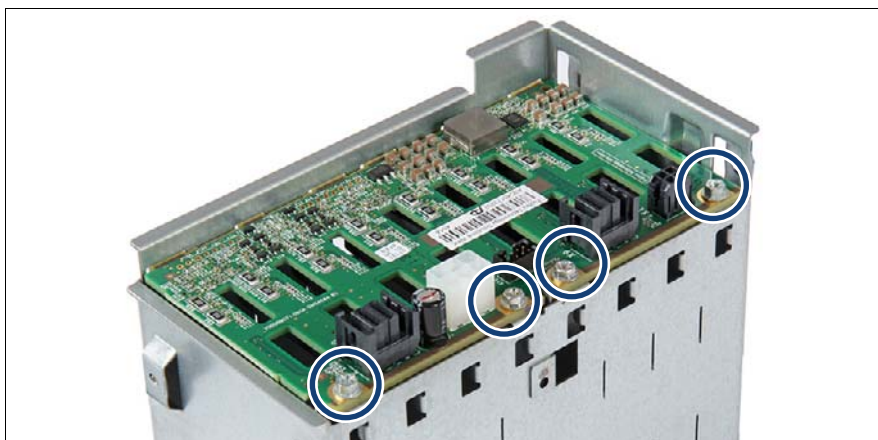

図 141: HDD/SSD バックプレーンの取り外し (A)
- ▶ HDD/SSD バックプレーンを、やや傾けながら HDD 拡張ボックスの 6 つの凹みに合わせます (1)。
- ▶ HDD/SSD バックプレーンを倒します (2)。
- ▶ HDD/SSD バックプレーンを 4 本のネジで固定します (図 141 を参照)。